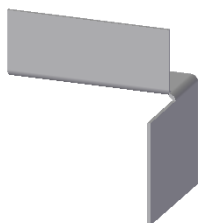
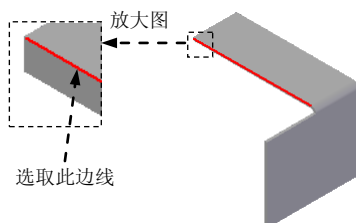
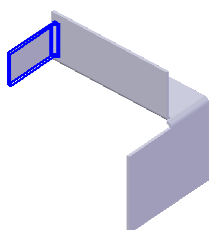
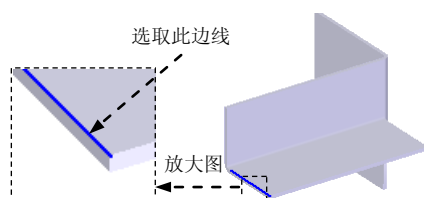

图 5.8.8 弯边特征 2
图 5.8.9 定义附着边
图 5.8.10 弯边特征 3
图 5.8.11 定义附着边
(5) 定义折弯半径及止裂槽参数。采用系统默认设置。
(6) 单击按钮, 完成特征的创建。
Step4. 创建图 5.8.8 所示的弯边特征 2。
(1) 选择命令。单击“主页”功能选项卡“钣金”工具栏中的“弯边”按钮.
(2) 定义附着边。选取图 5.8.9 所示的模型边线为附着边。
(3) 定义弯边类型。在命令条中单击“完全宽度”按钮; 在“距离”文本框中输入值 18, 在“角度”文本框中输入值 90, 单击“内部尺寸标注”按钮和“材料内侧”按钮; 定义弯边侧方向如图 5.8.8 所示。
(4) 定义折弯半径及止裂槽参数。单击“弯边选项”按钮, 取消选中 ☐ 拐角止裂口 (C) 复选框, 单击按钮。
(5) 单击按钮, 完成特征的创建。
Step5. 创建图 5.8.10 所示的弯边特征 3。
(2) 定义附着边。选取图 5.8.11 所示的模型边线为附着边。
(3) 定义弯边类型。在命令条中单击“从两端”按钮; 在“距离”文本框中输入值 20, 在“角度”文本框中输入值 90, 单击“内部尺寸标注”按钮和“材料内侧”按钮; 定义
弯边侧方向如图 5.8.10 所示。